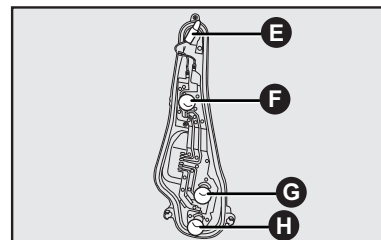

fig. 24
- Para las lámparas **F, G y H-fig. 24**, quitarlas, presionándolas y girándolas en sentido antihorario;
- Recolocar el conector de la luz de posición **E-fig. 24**, presionándolo;